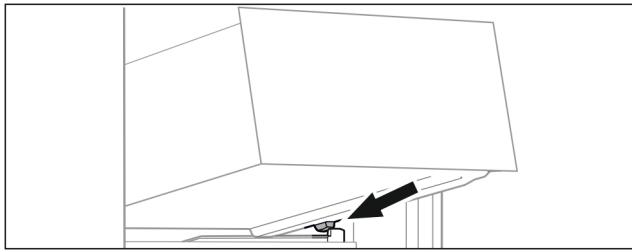

Fig. 62
- Поставете чекмеджето под ъгъл зад ограничителите върху реброто на съда. (вж Fig. 62)